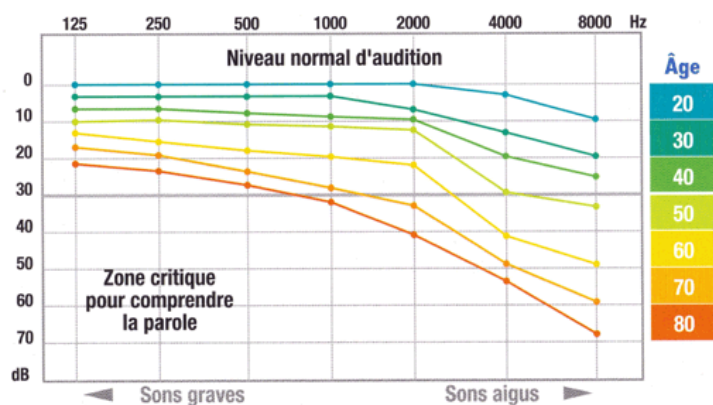

FIGURE 1
Le vieillissement est responsable d'une perte de sensibilité aux sons aigus (figure 1).
Q.3 Montrer que ω_0 est la pulsation de coupure à -3 dB de ce filtre. Au vu de la figure 1, quel ordre de grandeur peut-on proposer pour ω_0 . On choisit $R = 1,0 \cdot 10^4 \Omega$. En déduire une valeur de C .